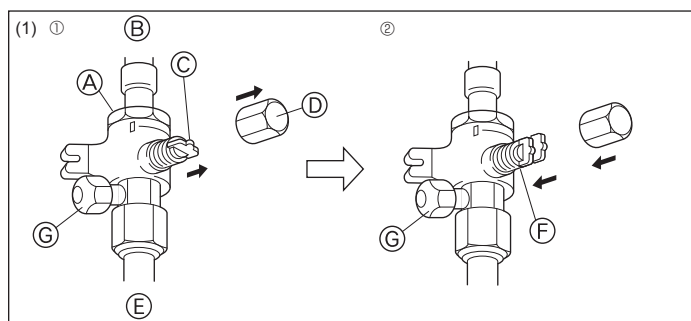
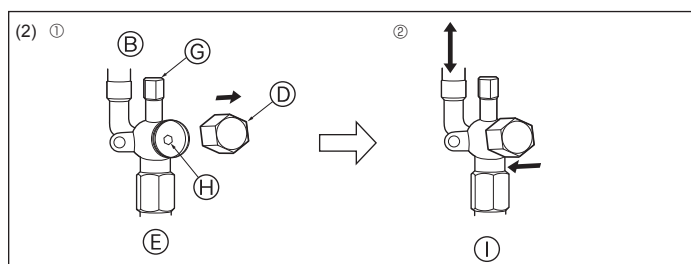

Fig. 4-12
Fig. 4-13
- (1) Сторона с газом (Fig. 4-12)
- ① Снимите колпачок, потяните ручку на себя и поверните на 1/4 оборота против часовой стрелки для открытия.
- ② Убедитесь в том, что запорный кран полностью открыт, надавите на ручку и поверните колпачок в первоначальное положение.
- (2) Сторона с жидкостью (Fig. 4-13)
- ① Снимите колпачок и поверните шток золотника против часовой стрелки до упора, используя для этой цели 4 мм шестиугольный гаечный ключ. Прекратите поворачивать шток в момент, когда тот достигнет стопора. (⌀6,35: Приблизительно 4,5 оборотов) (⌀9,52: Приблизительно 10 оборотов)